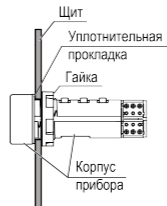

Рисунок 1 – Монтаж прибора
- Установить уплотнительную прокладку из комплекта поставки, см. рисунок 1.